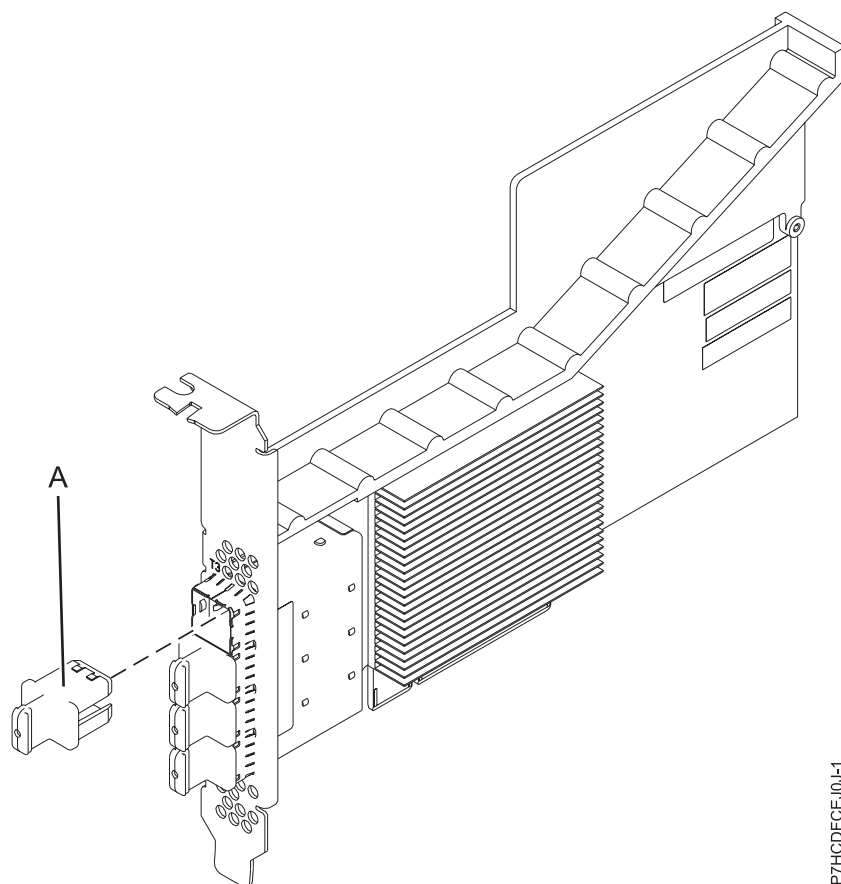

Figura 19. Adaptador PCIe3 RAID SAS
El Adaptador PCIe3 RAID SAS de cuatro puertos y 6 Gb es un adaptador PCI Express (PCIe) de generación 3, RAID SAS, con un factor de forma corto y altura reducida, pero empaquetado para una instalación de altura completa. El adaptador se utiliza en aplicaciones SAS (SCSI con conexión en serie) de alto rendimiento y alta densidad. Admite la conexión de disco SAS y cinta SAS utilizando cuatro miniconectores SAS de alta densidad que permiten utilizar enlaces físicos en diversas configuraciones de puerto estrecho y puerto ancho. El adaptador de conexión a unidad de cintas SAS solo se puede utilizar en una configuración con un solo adaptador y no se puede combinar con discos SAS en el mismo adaptador. El adaptador no tiene memoria caché de escritura. La Figura 19 en la página 59 muestra el Adaptador PCIe3 RAID SAS de cuatro puertos y 6 Gb.
La Figura 19 muestra el adaptador. El conector (A) se instala en un puerto vacío e impide daños en ese puerto cuando se conecta o retira un cable para los conectores de puerto adyacentes.